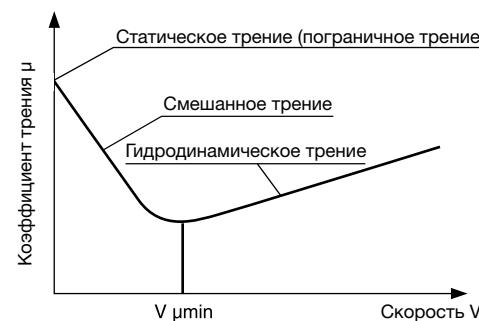

Рис. 8.18 Кривая Штробека
При перемещении лицевой стороны уплотнение проходит две фазы трения. Если движение начинается из состояния покоя, обычно существует состояние пограничного трения (преимущественно контактное или сухое трение с малым количеством смазываемых полей и коэффициентом трения  $\mu$  около = 0,3). Далее следует широкий диапазон смешанного трения, при котором коэффициент трения может упасть вплоть до значения от 0,06 до 0,08 в соответствии с пропорцией смазанных / несмазанных зон (рис. 8.18). В уплотнениях редко происходит образование зоны чистого гидродинамического трения. Эта зона характеризуется также сильным увеличением утечек из-за однородной смазочной пленки.
Как и во многих других областях, статическое срывное трение эластомеров (усилие сдвига) значительно выше динамического трения. Независимо от типа компаунда и геометрии уплотнения на увеличение силы трения сдвига оказывает влияние склонность к склеиванию, деформация, время простоя и обработка поверхности. Чем больше время простоя, тем больше масла выжато из поверхности уплотнения из-за предварительного нагружения. В этих условиях уровень трения при запуске приближается к уровню при сухом трении и может быть до 10 раз выше в сравнении с рабочей силой трения (рис. 8.18 и 8.19). Для этих же условий трение при высокой температуре (= низкой вязкости) выше из-за частого нарушения смазочной пленки.
- статическое трение стабильно выше динамического трения, которое достигает минимального уровня трения при рабочей скорости  $v \text{ min}$  (см. кривую Штрибека, рис. 8.18);